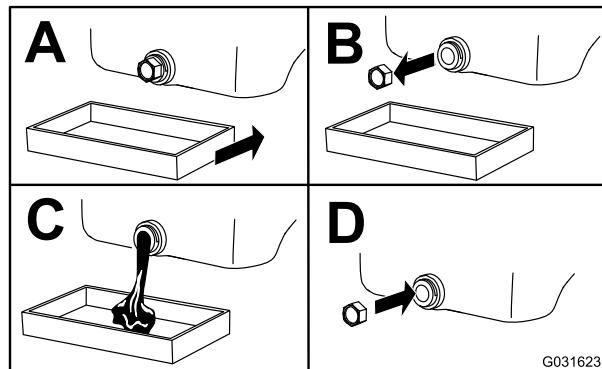

Figura 17
- Cambiate l'olio come illustrato nella Figura 17.